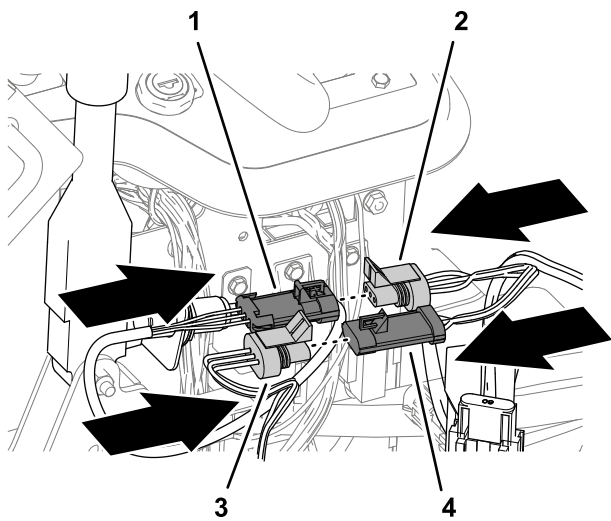

图 15
- 将驻车刹车开关的 3 插槽接头连接至电源线束的 3 针接头 图 15。
3. 将机器线束的 3 针接头接入电源线束的 3 插槽接头图 15。